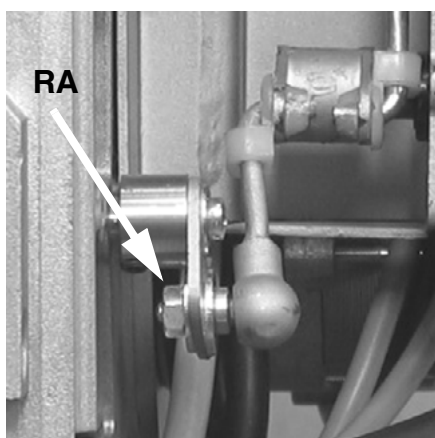
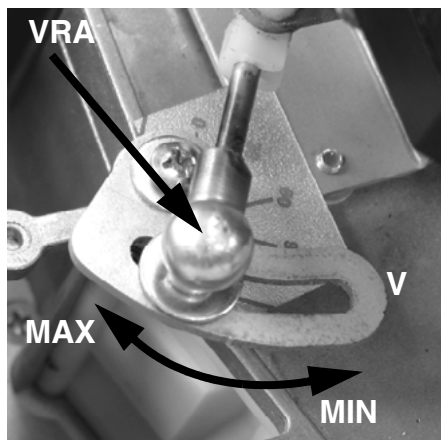

Fig. 8a
Fig. 8b
- 2 Отрегулировать расход газа на требуемое значение, воздействуя на стабилизатор давления или регулятор клапана. Для того, чтобы отрегулировать расход воздуха, расслабить гайку RA (Fig. 8a) и двигать рычажок VRA вдоль прорези, как указано на Fig. 8b, с целью увеличения или уменьшения расхода воздуха, до тех пор, пока не получите желаемый расход.